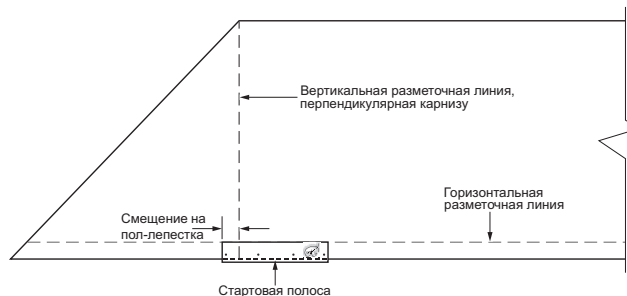
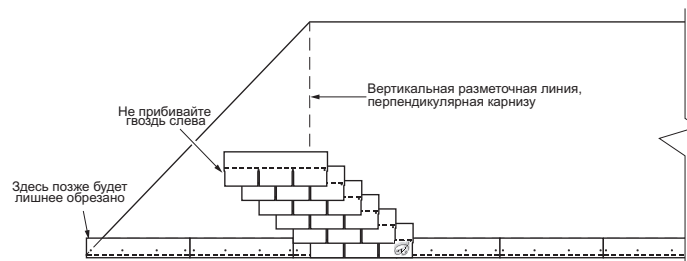

Рисунок 1. Разметка шатровой кровли и установка стартовой полосы
Рисунок 3. Установка первого гонта для секции 1-А из 4 или 6 рядов кровли.
2. Прочертите меловую линию - перпендикуляр от карниза к месту стыка ребра кровли с коньком (Рисунок 1).
3. Установите стартовую полосу по всей длине карнизного ската. Если Вы используете в качестве стартовой полосы срез верхней части гонта кровли, то первый кусок отмерьте таким образом, чтобы он был сдвинут на половину лепестка влево относительно горизонтальной размеченной линии (Рисунок 1). В инструкции по монтажу выбранной Вами серии кровельного покрытия уточните способ изготовления стартового элемента из гонта кровли, а также соблюдайте требования по выпуску стартовой полосы относительно ОСП плиты и установке капельника.
2. Установите первые гонты для каждого ряда, смещая их относительно первого ряда на половину лепестка (Рисунок 3). Не прибивайте пока левые лепестки гонтов! (Вы должны установить колонну из 4-х или 6-ти рядов в соответствии с типом кровельной плитки - обратитесь к инструкции для данной серии) (Рисунок 1).